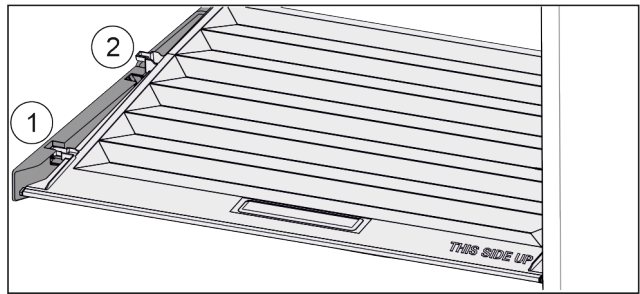

Fig. 27
- Издърпайте напред Fig. 27 (1) капака до отвора в задържащите части.
- Повдигнете го отзад отдолу и отстранете Fig. 27 (2) нагоре.